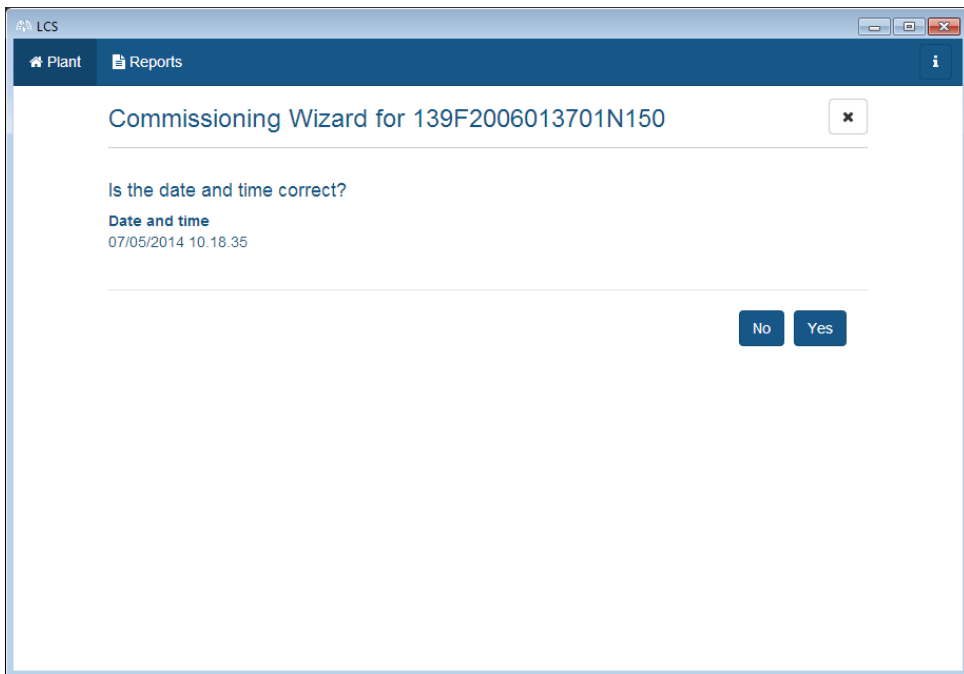

Abbildung 3.5 LCS-Tool - Datum und Uhrzeit überprüfen
3. Überprüfen, ob Datum und Uhrzeit richtig sind. Falls nicht, Datum und Uhrzeit einstellen und fortfahren. Siehe *Abbildung 3.5*.